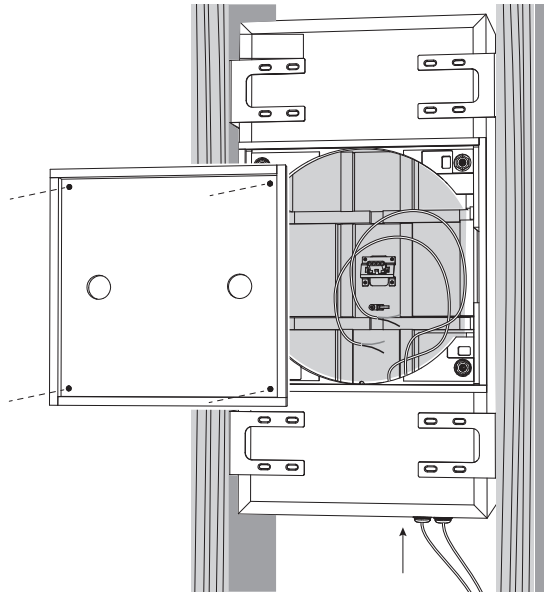

図 3. スピーカーワイヤーの取り付け。
1. カバーを固定している4本のネジを外して、カバーを背面缶から取り外します (図 3)。
2. ケーブルグランドの1つからスピーカーワイヤーを取り付け、接続するのに十分なたるみを残します (図 3)。ケーブルグランドを締め、スピーカーケーブルを締めて、動作中に動いたりガタガタしたりしないようにします。スピーカーケーブルが釘やネジに接触して絶縁を損傷する可能性がないことを確認してください。2 番目のスピーカーケーブルを取り付けることができるように、2 番目のケーブルグランドが用意されています。